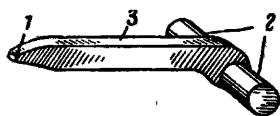

Рис. 21. Отражатель:
**Отражатель** (рис. 21) служит для отражения стреляных гильз или патронов за пределы ствольной коробки. Он имеет стержень, оканчивающийся носиком, о который ударяется гильза при отражении, и две цапфы для соединения со ствольной коробкой. Носик отражателя прижимается ко дну наклонного паза досылателя затвора пружиной отражателя.